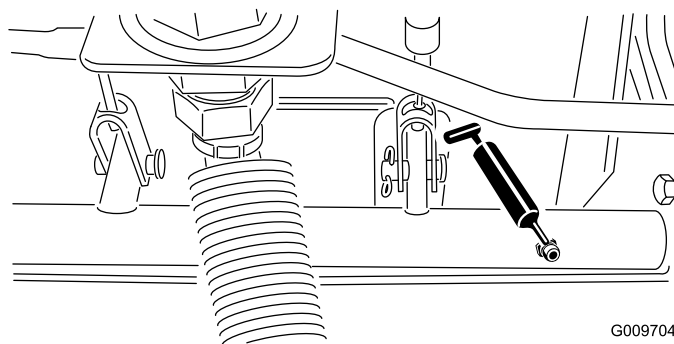

Figura 49
- Cuscinetti orientabili (5) dell'albero del freno (Figura 49)